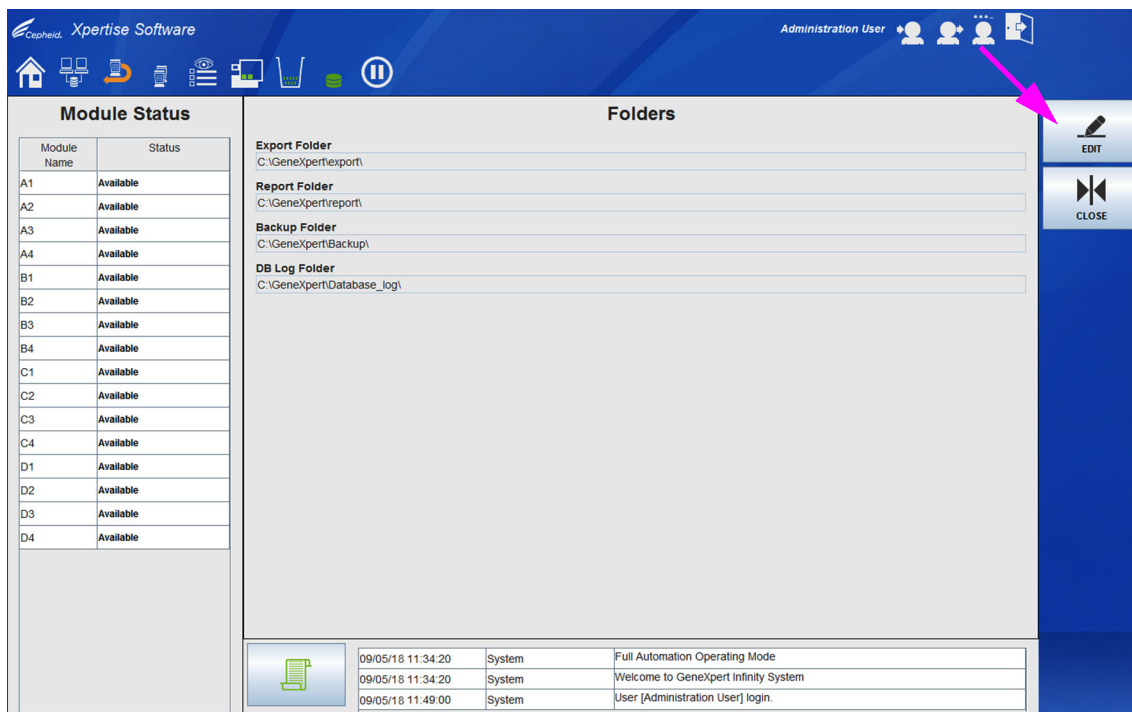
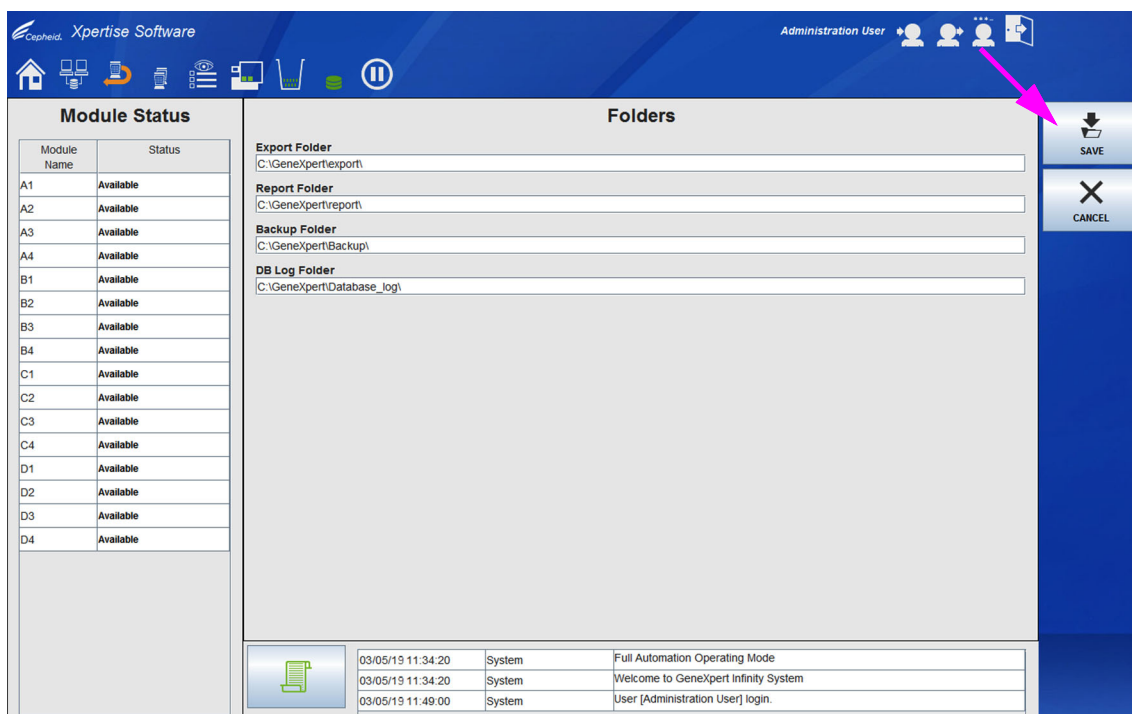

図 2-26. フォルダワークスペース
図 2-27. フォルダワークスペース、有効化
3. フォルダ (Folders) ワークスペースで、**編集 (EDIT)** ボタンを選択します (図 2-26 を参照)。これでフォルダ (Folders) ワークスペースが有効になり、図 2-27 に示すように編集できます。
5. フォルダ (Folders) ワークスペースの全ての項目を完了したら、**保存 (SAVE)** ボタンを選択して変更を保存するか (図 2-27 を参照)、**キャンセル (CANCEL)** ボタンを選択して変更をキャンセルします。